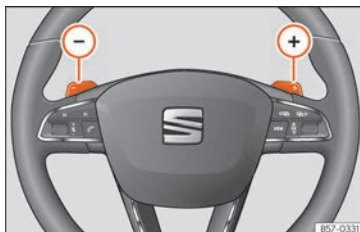

Abb. 216 Lenkrad: Hebel für Automatikgetriebe.
- Tippen Sie die Schaltwippe (+), um einen Gang hochzuschalten »» Abb. 216.